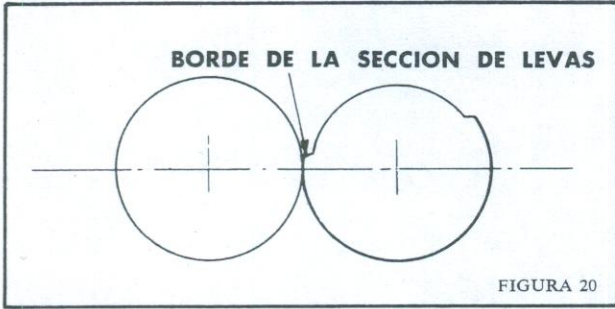

FIGURA 20
3. La rueda de alimentación derecha debe colocarse en forma tal que el borde principal de la sección de levas se encuentre justamente por encima de la línea del centro horizontal de las ruedas de alimentación. Véase la figura 20.